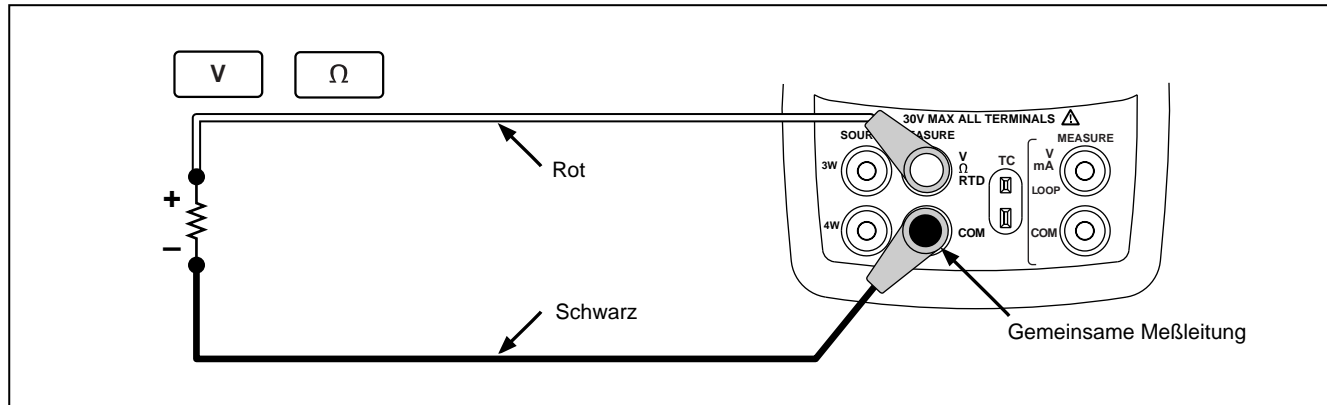

Abbildung 12. Verbindungen zum Quellen der elektrischen Parameter
1. Die Meßleitungen abhängig von der Quellenfunktion gemäß Abbildung 12 anschließen.